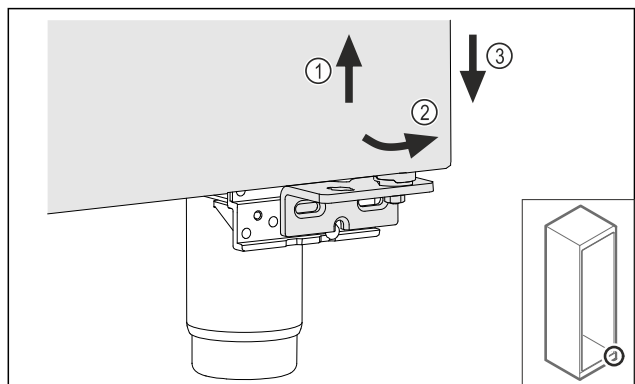

Fig. 27
- ▶ Levantar ligeramente la puerta Fig. 27 (1): inclinarla hacia delante por la parte inferior Fig. 27 (2) y bajarla Fig. 27 (3).